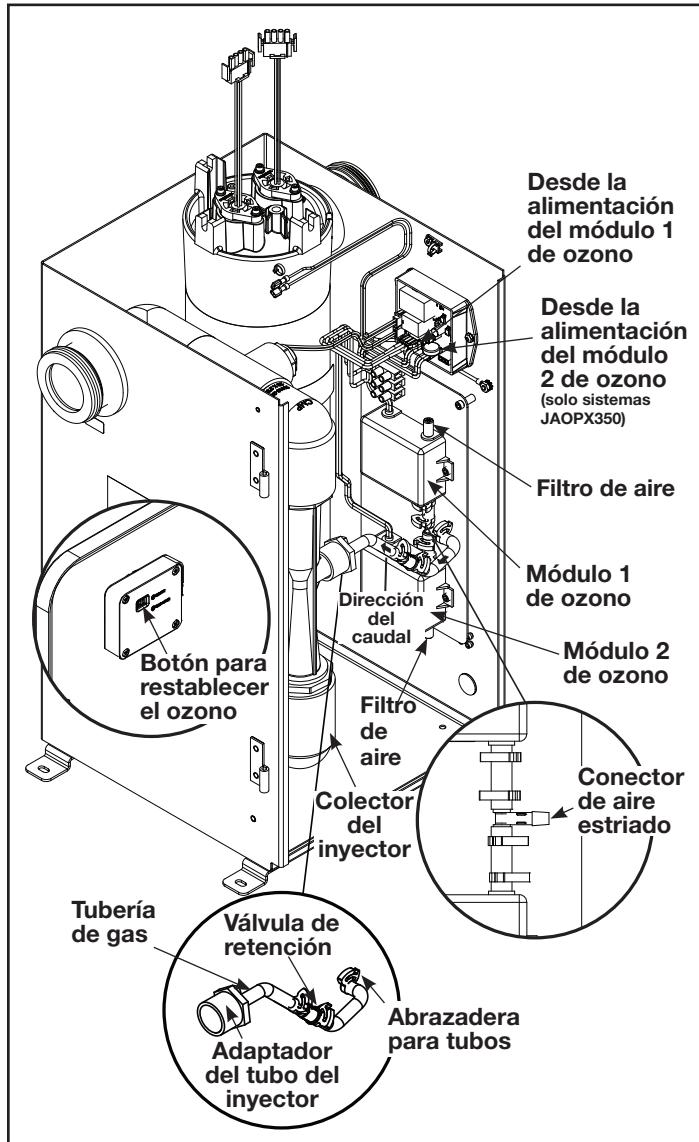

Figura 13. Módulos de ozono del sistema JAOPX200/JAOPX350
8. Presione el botón para restablecer el ozono que se encuentra en la puerta interna, detrás de las luces LED de estado. Consulte la Figura 13 a fin de conocer dónde está el botón para restablecer el ozono.
2. Afloje las abrazaderas del tubo en ambos extremos de la tubería de gas ozono. Retire el conjunto del tubo de los conectores de aire estriados del adaptador del tubo del inyector y del conector estriado de salida de ozono en el módulo de ozono (modelo JAOPX200) o en el adaptador de conexión en "T" (modelo JAOPX350). Consulte la Figura 13 para saber dónde se encuentran los conectores estriados.
3. Oriente la tubería de gas ozono como se muestra en la Figura 13 (observe la indicación de dirección de caudal) y asegúrese de que el gas fluya hacia el colector del inyector. Vuelva a realizar la conexión con los conectores de aire estriados del adaptador del tubo del inyector y el conector estriado de salida de ozono en el módulo de ozono (modelo JAOPX200) o en el adaptador de conexión en "T" (modelo JAOPX350). Utilice alicates para sujetar todas las abrazaderas que haya quitado o aflojado.
5. Extraiga el tubo del adaptador del tubo del inyector y, luego, desenrosque el adaptador del colector del inyector. Consulte la Figura 13 para conocer dónde está el adaptador del tubo del inyector.